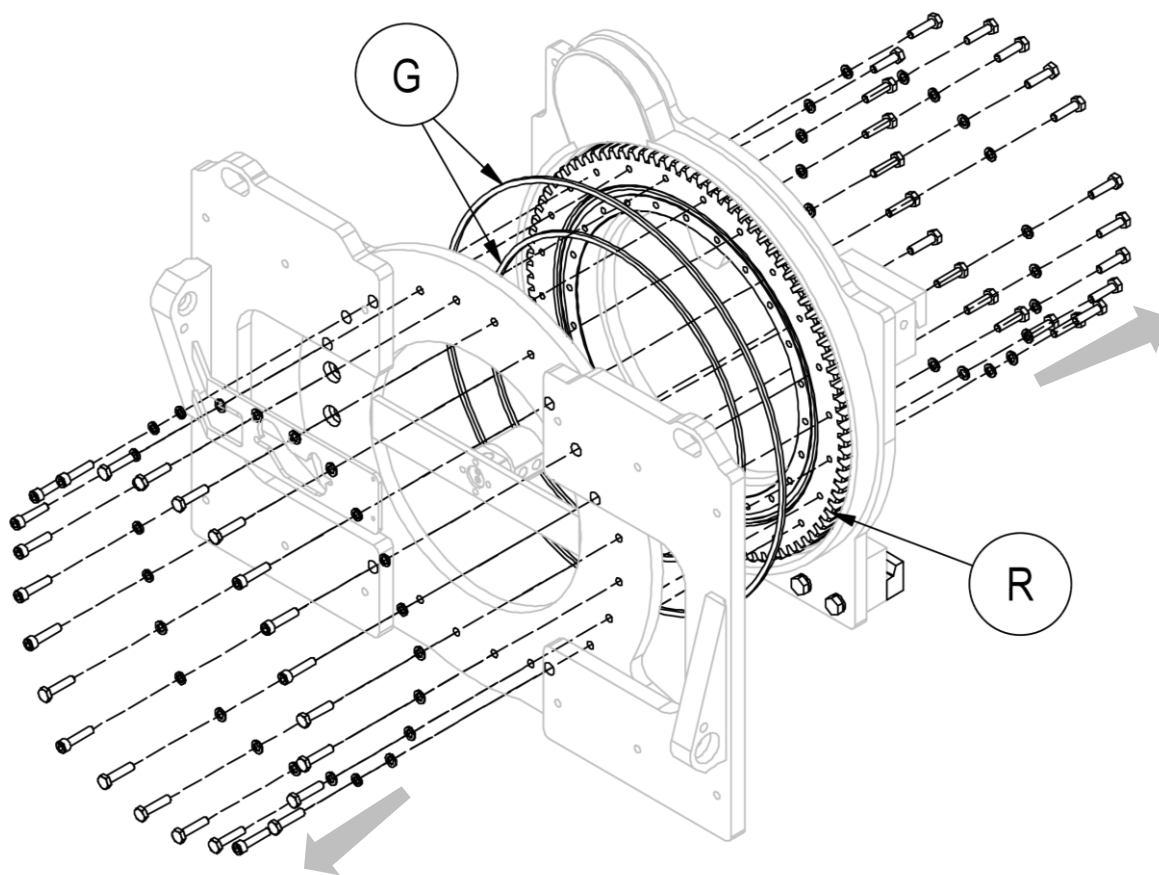

Figure 35
5. Retirer la partie avant du corps tournant, en s'assurant de soutenir de manière adéquate toutes les pièces afin de pouvoir effectuer l'opération en toute sécurité (voir *Figure 35*).
6. Pour pouvoir retirer la crapaudine **R**, il est nécessaire de retirer aussi les vis de la partie arrière de l'équipement (voir *Figure 35*).